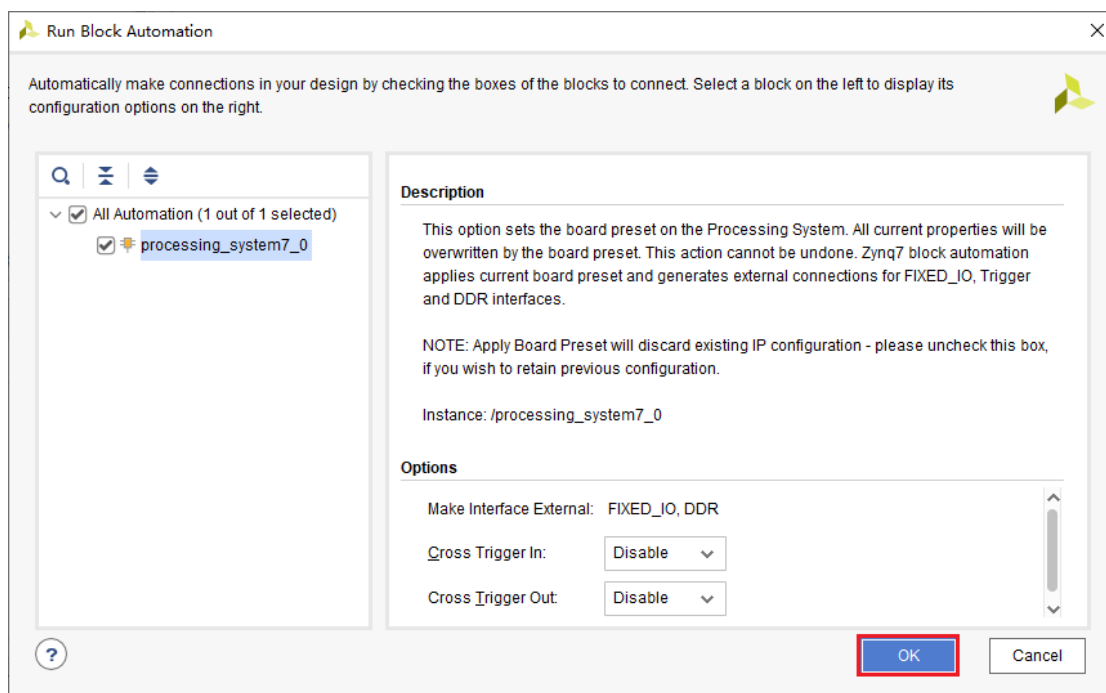

图 1-24 运行模块自动化
4. 点击上方的绿色字样“Run Block Automation”，导出 ZYNQ 核的 DDR 以及 FIXED_IO 引脚，软件会弹出配置窗口，保持默认即可，如图 1-24 所示：